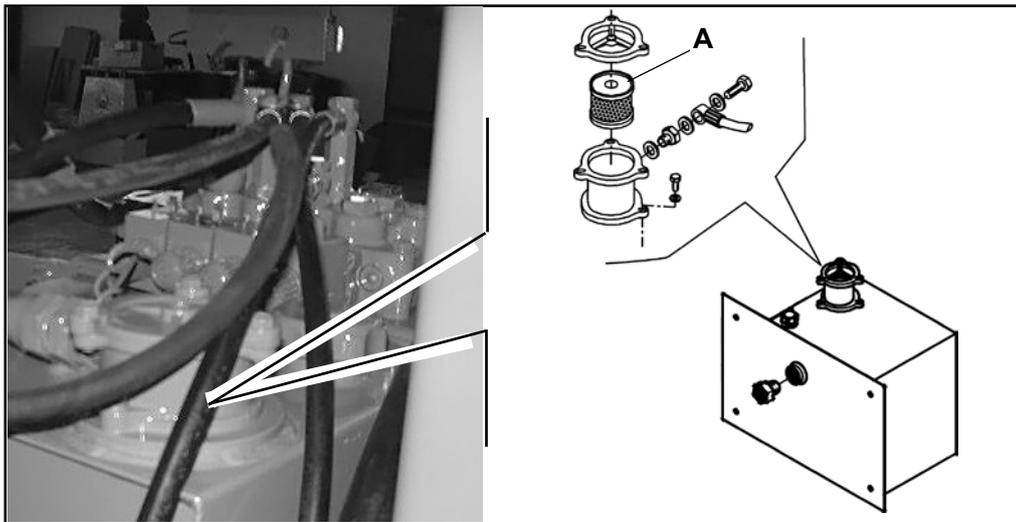

FIG. 8
2) Smontare, lavare con gasolio e soffiare con aria compressa la cartuccia (**A Fig.8 CODICE D'ORDINAZIONE 99009401**) del filtro posto sul serbatoio dell'olio idraulico dopo le prime 50 ore di lavoro e successivamente ogni 400 ore, rimontare con cura la cartuccia nel suo alloggiamento.